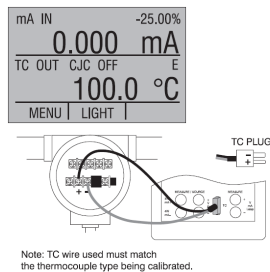

Abb. 13. Anschluss für Thermoelementausgänge
1. Die Leitungen des Thermoelements an den entsprechend gepolten Thermoelement-Ministecker anschließen und mit den TC-Klemmen am Kalibrator wie in Abb. 13 verbinden.